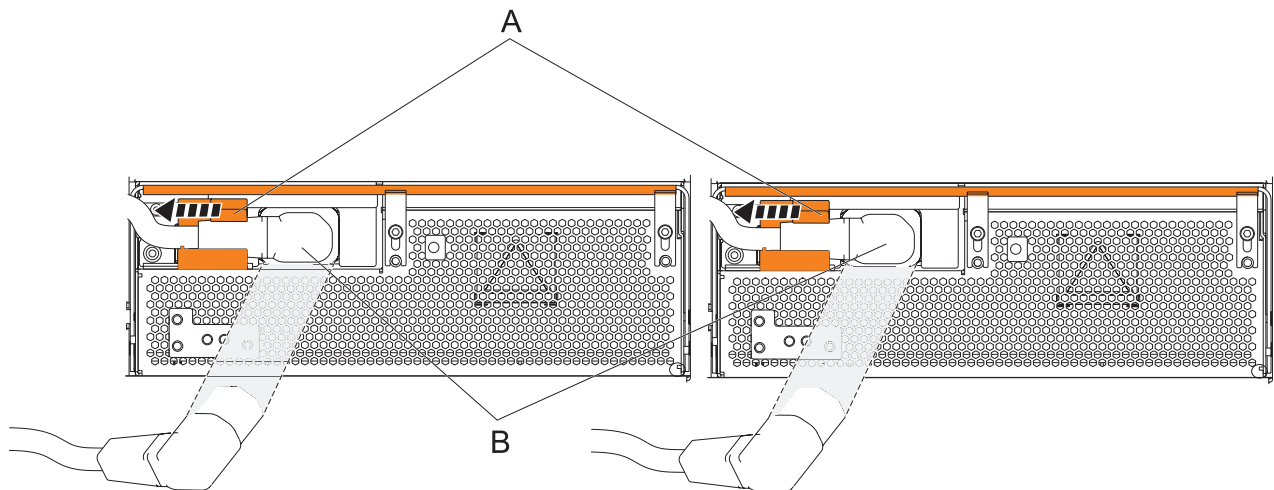

Figure 67. Débranchement des cordons d'alimentation des ensembles de conversion hors ligne
- a. Faites glisser vers la gauche les supports de cordon d'alimentation (**A**) situés A l'avant des deux ensembles de conversion hors ligne. Pour plus d'informations, voir figure 67, à la page 88.